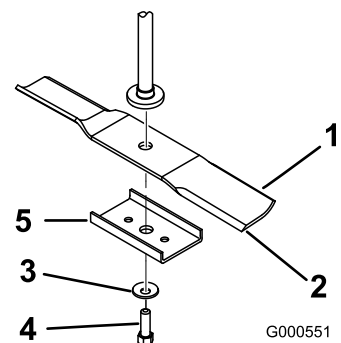
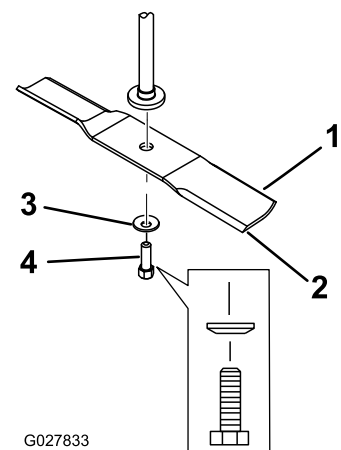

Figure 51
Figure 52
2. Enlevez de l'axe, le renfort de lame (tabliers de 81 cm [32 po] uniquement), le boulon de lame, la rondelle bombée et la lame (Figure 51 et Figure 52).
1. Placez la lame sur l'axe (Figure 52).
2. Montez le renfort (tabliers de 81 cm [32 po] seulement), la rondelle bombée (face concave vers la lame) et le boulon de lame (Figure 52).